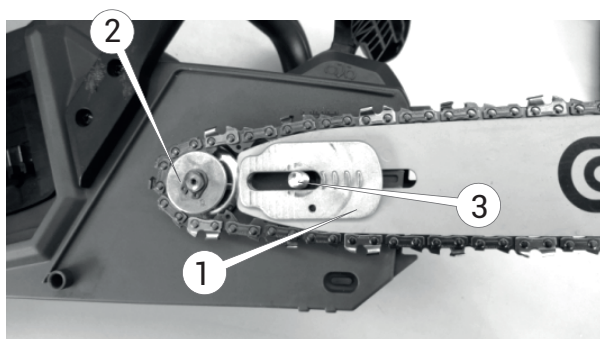
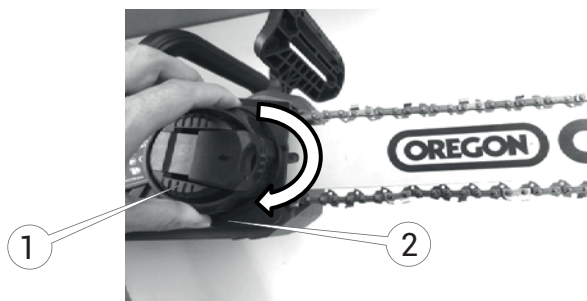

Рисунок 5. Схема встановлення напрямної з ланцюгом на напрямку шпильку і ведучу зірочку.
Рисунок 6. Схема регулювання натяжіння.
- перевірити, що на «шину» встановлена зубчаста муфта (1, рис. 5) механізму натяжіння або встановити її та зафіксувати нарізним гвинтом;
- встановити «шину» з ланцюгом на напрямну шпильку (3, рис. 5) пили
- накласти ланцюг на ведучу (2, рис. 5) зірочку і вставити в паз «шини» напрямні хвостовики ланок ланцюга. Проведення цієї операції почати із верхньої частини ланцюга. Посунути «шину» трохи вперед, щоб ланцюг трішки натягнувся;
– відрегулювати натяжіння ланцюга, обертаючи безключовою гайкою (2, рис. 6) зубчасту муфту (1, рис. 5) механізму безключового регулювання натяжіння ланцюга. Натяжіння ланцюга виконати до тих пір, доки ланцюг щільно не приляже до нижньої частини напрямної. У вірно натягнутого ланцюга, звичайним зусиллям руки, неможливо вивести різальні ланки за межі напрямної.
– надійно зафіксувати важелем (1, рис. 6) безключову гайку(2,рис. 6) механізму регулювання натяжіння ланцюга у затягнутому положенні.
– послабити на півоберта важіль (1, рис. 6) безключової гайки (2, рис. 6) механізму регулювання натягнення ланцюга;
– повернути безключову гайку (2, рис. 6) механізму безключового регулювання натягнення ланцюга у відповідному напрямку у напрямку руху годинникової стрілки для збільшення натягнення і у напрямку протилежному руху годинникової стрілки для послаблення натягнення до досягнення бажаного результату натягнення ланцюга;
– міцно затягнути важіль (1, рис. 6) безключової гайки (2, рис. 6) механізму регулювання натягнення ланцюга;